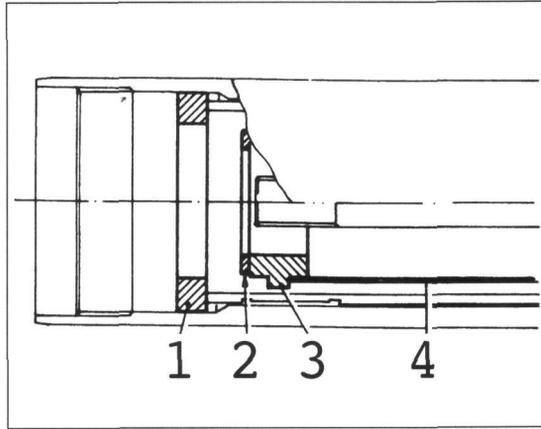

Bild 230
- Gummisitzstück, Aufliegestück, Führungstück und Distanzhülse entnehmen (Bild 229). Es folgen Federsitz und Feder (Bild 230).